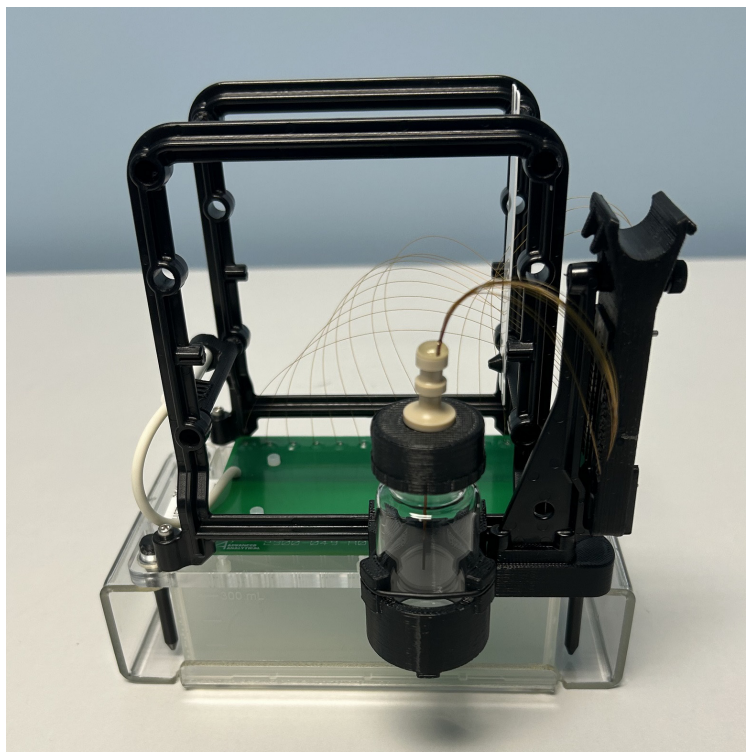

Figura 105 Docking station dell'array con array installato
Per vedere un'immagine completa dell'array con il dispositivo di conservazione dell'array con mandrino, vedere la **Figura 105**.
- 8 Rimuovere il mandrino di uscita del capillary array dal tappo di conservazione nero e metterlo sul dispositivo di conservazione dell'array con mandrino, come mostrato nella **Figura 105**.